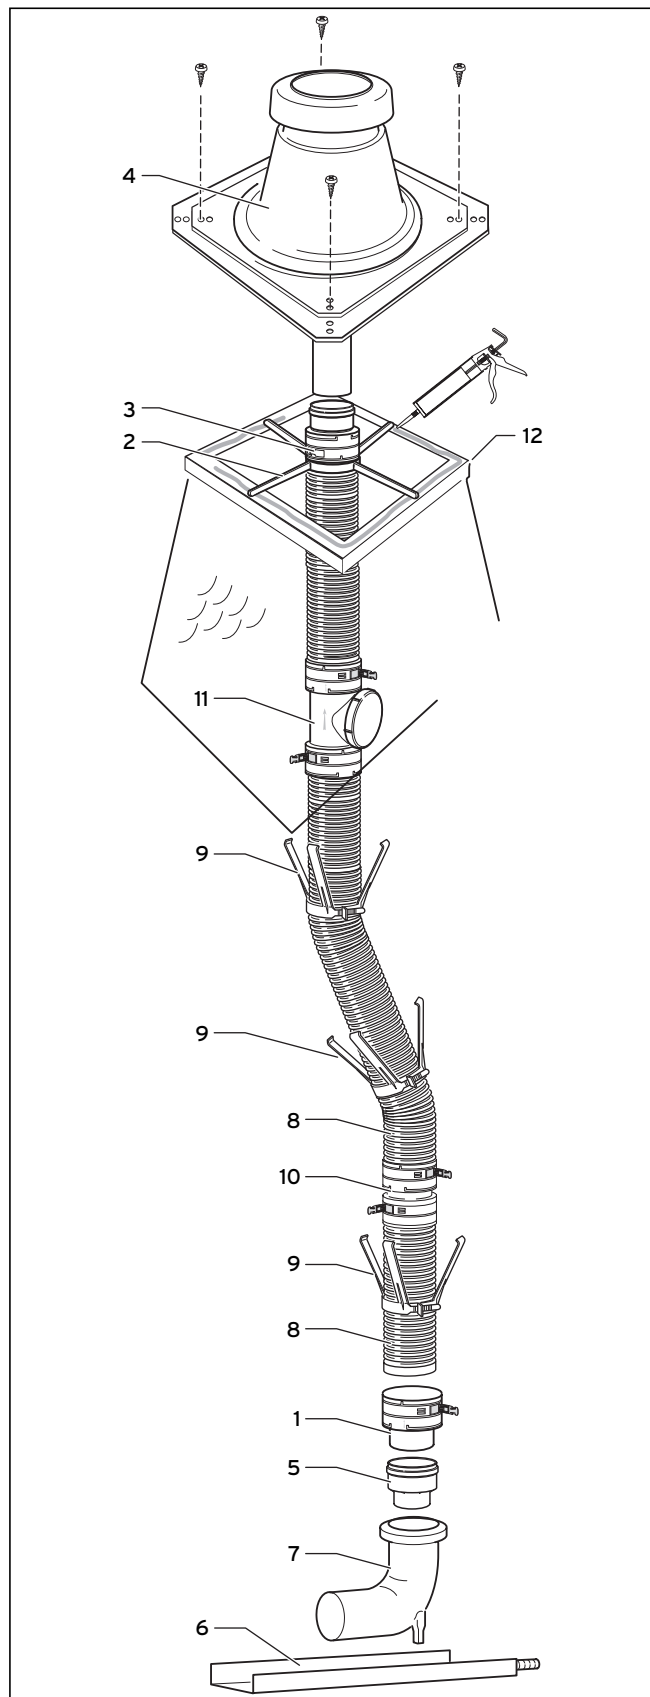

Рис. 4.54 Системная конструкция гибкого отвода ОГ
- Надвиньте нижний конец отвода ОГ (8) до упора во вставной элемент (1) и закрепите его защелкивающимися запорами.
- Смонтируйте распорки (9, → рис. 4.54) на расстоянии не более 2 м у отвода ОГ.